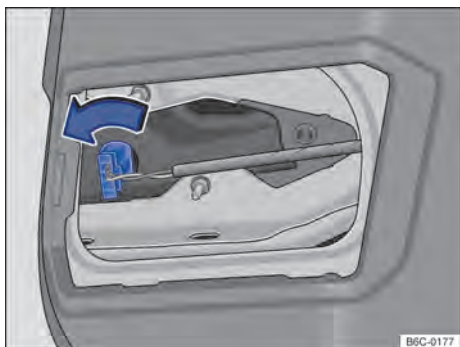

Fig. 171 Na tampa traseira: desinstalar o suporte da lâmpada.
- 4 Girar o suporte da lâmpada → Fig. 171 até o batente no sentido anti-horário e desencaixar do alojamento.